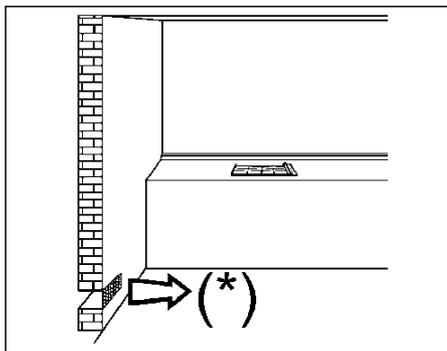
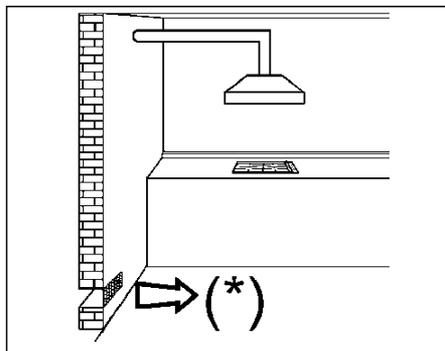

РИС. 3
РИС. 4
- При сгорании газа выделяется тепло и влажность. Поэтому в помещении необходимо обеспечить хорошую циркуляцию воздуха, не загромождать отверстия для естественной вентиляции (рис. 3) и включить вытяжку (вытяжной колпак или электрический вентилятор, рис. 4 и 5).